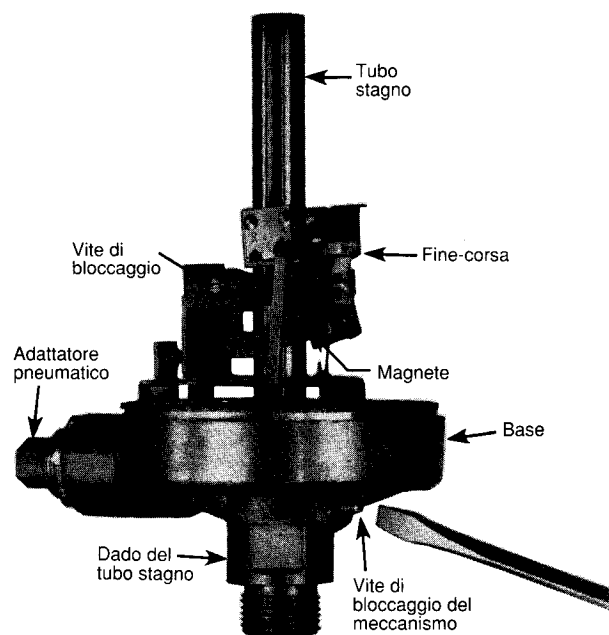

Figura 5
1. Allentare la speciale vite di bloccaggio situata sopra il dado del tubo stagno e la vite di bloccaggio del meccanismo. Vedi **Figura 5**.
2. Allentare la speciale vite di bloccaggio situata sopra il dado del tubo stagno e la vite di bloccaggio del meccanismo (circa 3 4 giri). Vedi **Figura 5**.
- Bloccare il magnete contro il fine-corsa (vedi Figura 5).